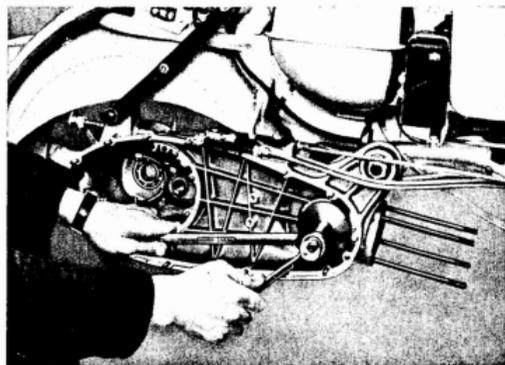

Fig. 27
- 36** Volver a montar el cojinete de bolas del cigüeñal; introducir sobre el bulón de la herramienta el disco  $\varnothing$  60 y luego el cojinete de bolas. Tener cuidado que la cara rebajada del disco sea dirigida hacia el cojinete. Apretar a fondo los cuatro tornillos que fijan el disco e inmovilizarlos con un golpe de punzón en cada uno con la herramienta n.º A2L.1068. Introducir el bulón en el alojamiento del cojinete del lado de la magneto. Introducir sobre el tornillo del lado del piñón el disco  $\varnothing$  73 y luego el distancial. Enroscar la tuerca sobre el distancial, sujetando el tornillo con una llave de 12 y teniendo cuidado que el cojinete sea montado en plano en su asiento y se encuentre al final del montaje contra su apoyo. Montar luego desde el interior del carter motor la arandela de retención y la brida de bloqueaje con junta. Véase fig. 27.